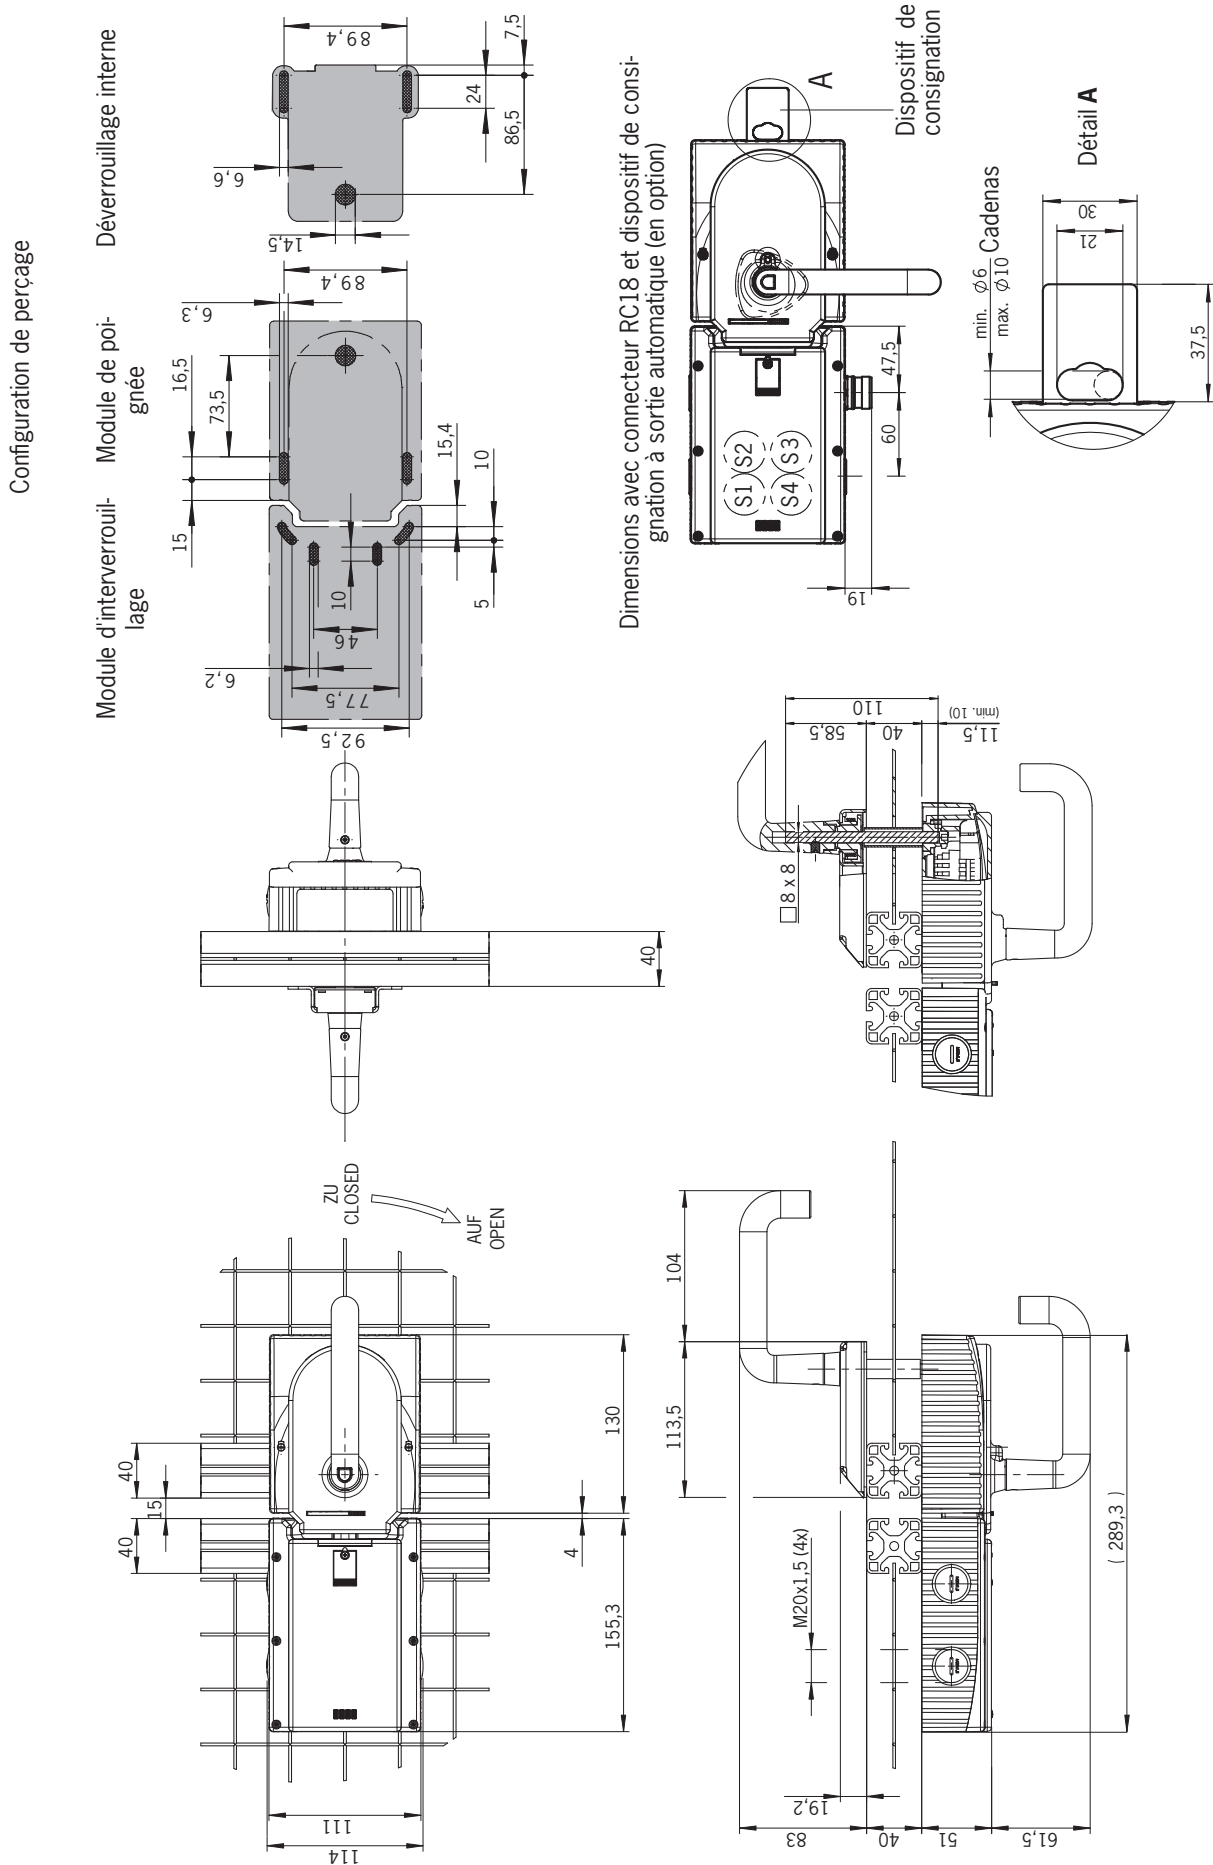
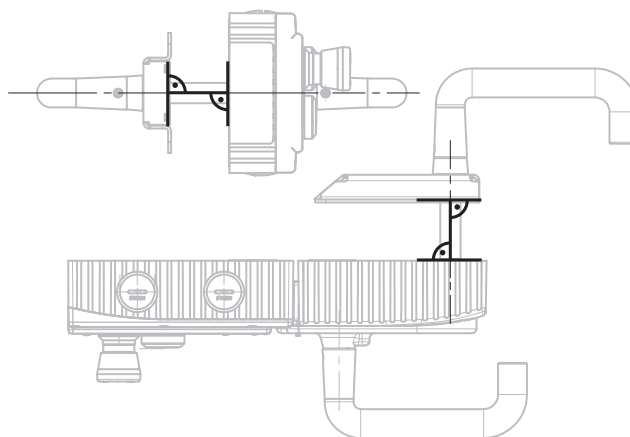

Figure 4 : Dimensions MGB montée, sans les supports de montage en option
Figure 8 : Exemple de montage pour une porte sur charnières à droite (vue d'ensemble)
- › Aligner l'axe du dispositif de déverrouillage interne à angle droit par rapport au module de poignée. Voir *Figure 4* et *Figure 8*.
Étapes de montage, voir les *Figure 8* et *Figure 9* à *Figure 14*.